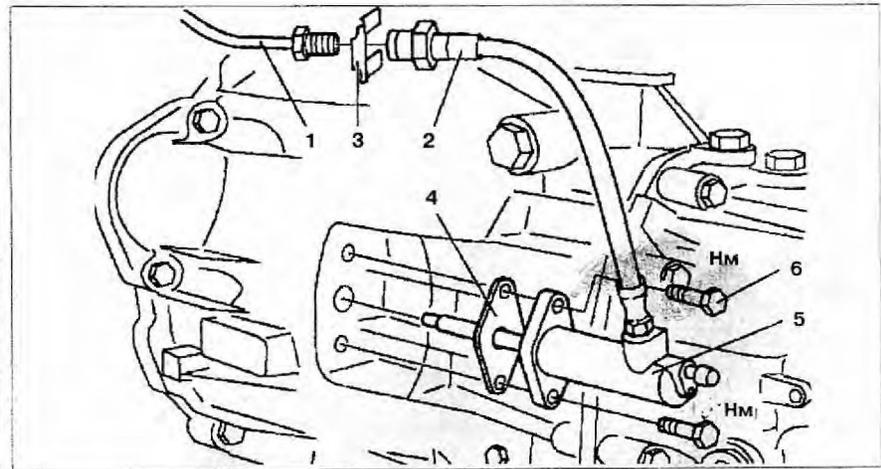

Рис. 4.2. Рабочий цилиндр сцепления:
1. Снимите зажим **3** (рис. 4.2).